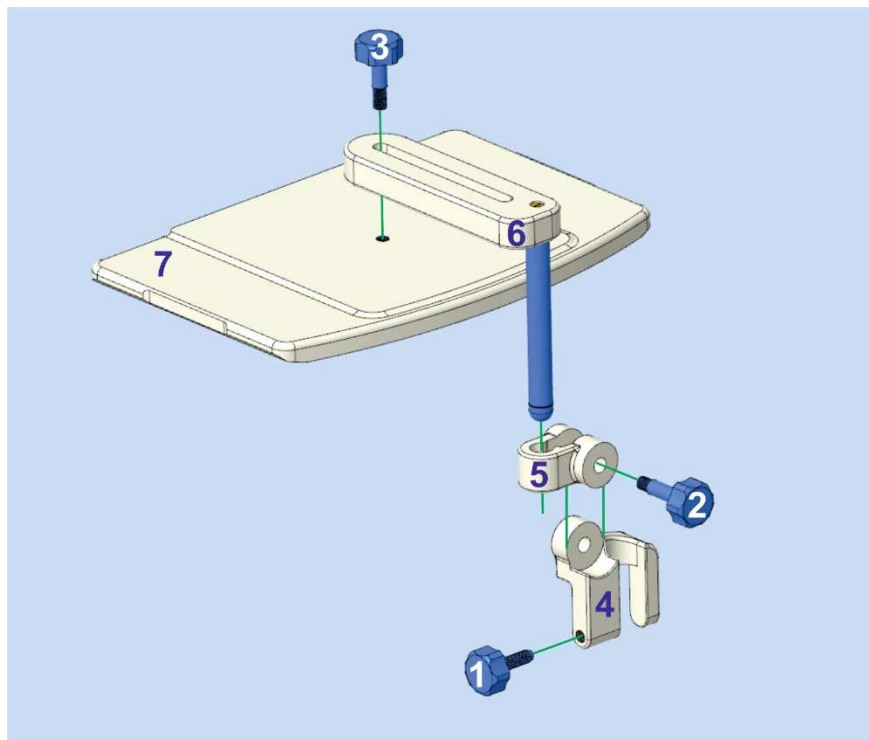

Figura 18: Asamblare Suport de bobină ER în setarea „Coil HLD”.
- A se vedea Figura 18 pentru detalii pentru aranjamentul componentelor.